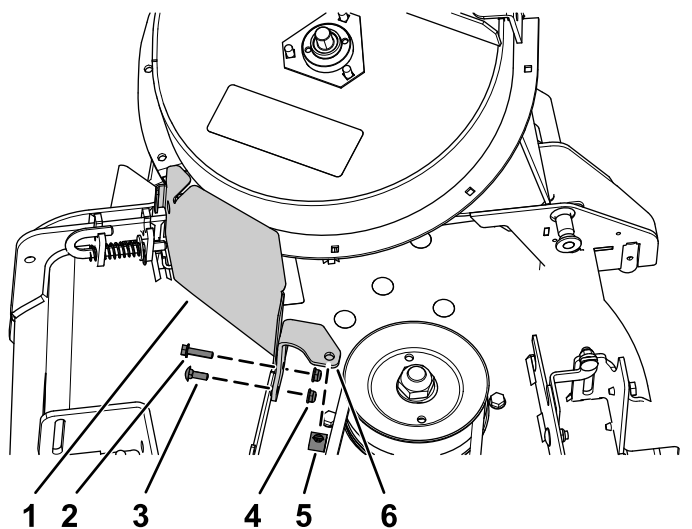

Figure 12
1. Alignez les trous du couvercle de poulie CE sur le trou du support de déflecteur avant et sur le trou extérieur à l'avant de la bride de plateau (Figure 12).
2. Alignez le support du protège-courroie CE sur les trous situés à l'arrière de la bride avant du plateau (Figure 12)
3. Fixez la protection de poulie CE et le support du protège-courroie sur la bride avant du plateau au niveau du trou extérieur à l'aide du boulon de carrosserie ($\frac{1}{4}$ " x 1") et d'un écrou à embase ($\frac{1}{4}$ "), comme montré à la Figure 12.
d'un écrou à embase ($\frac{1}{4}$ "), comme montré à la Figure 12.
5. Alignez l'écrou à clip sur le trou au sommet du support du protège-courroie CE, et poussez-le sur le support (Figure 12).